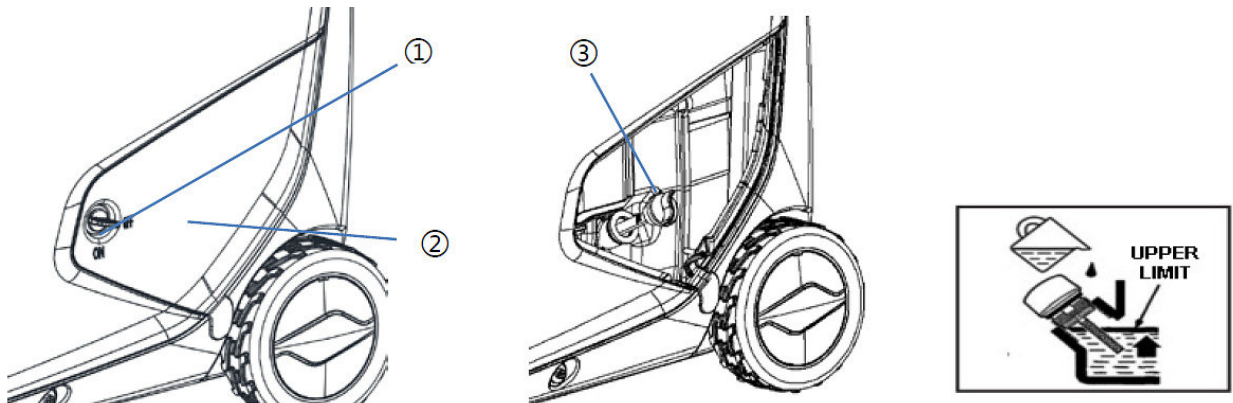

Abb. 5-2: Ölstand prüfen
- ➔ Drehen Sie den Drehknopf (Pos.1, Abbildung 5-2) auf "ON", und nehmen Sie die Abdeckung Pos.2 ab.